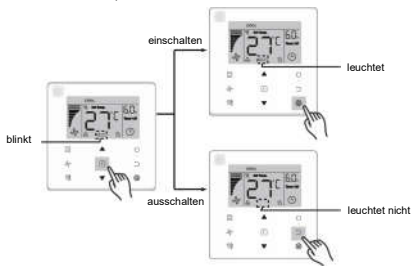

Abb. 06.14
- **Energiesparfunktion** ein-/ausschalten: Schalten Sie mit der Taste **F** (Funktion) auf die Funktion **Energieeinsparung** (ECO blinkt) um, drücken Sie dann die Taste **⊙** (Bestätigen), um die Funktion einzuschalten, oder die Taste **↵** (Stornieren), um die Funktion auszuschalten (siehe Abb. 06.14).